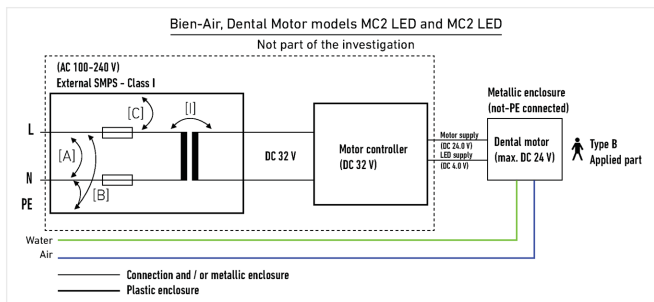

FIG. 1
Siguranța electrică poate fi garantată doar dacă dispozitivul este utilizat conform schemei de izolare de mai sus. **FIG. 1.**
- Atunci când este utilizat conform schemei de izolare **FIG. 1**, dispozitivul respectă următoarele prevederi ale EC 60601-1:
Compatibilitatea electromagnetică a motoarelor și a furtunurilor compatibile a fost verificată pentru o configurare de testare reprezentând utilizarea finală tipică, conform diagramei de izolare **FIG. 1**. Compatibilitatea electromagnetică trebuie validată în vederea utilizării finale, după instalarea motorului în unitul dentar.
Montarea recomandată corespunde schemei de izolare FIG. 1.